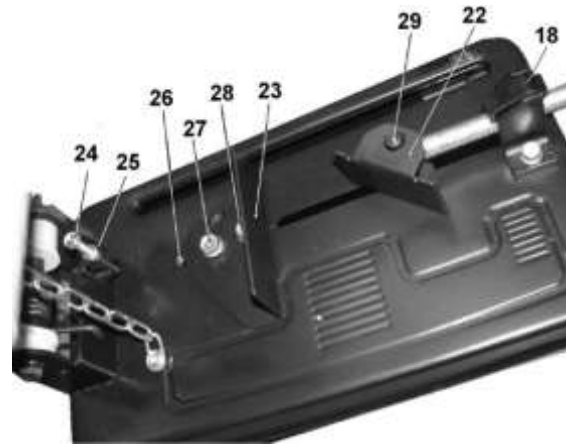

Рис. 4
10.2. Регулировка установки тисков (Рис. 4)